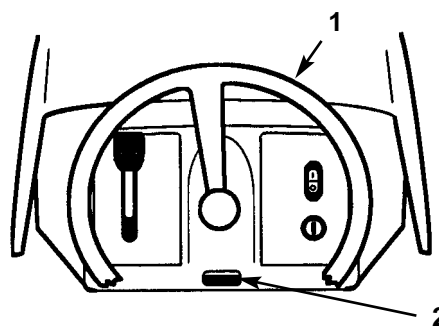

Fig. 4
1. Premete il pulsante di inclinazione (Fig. 4).